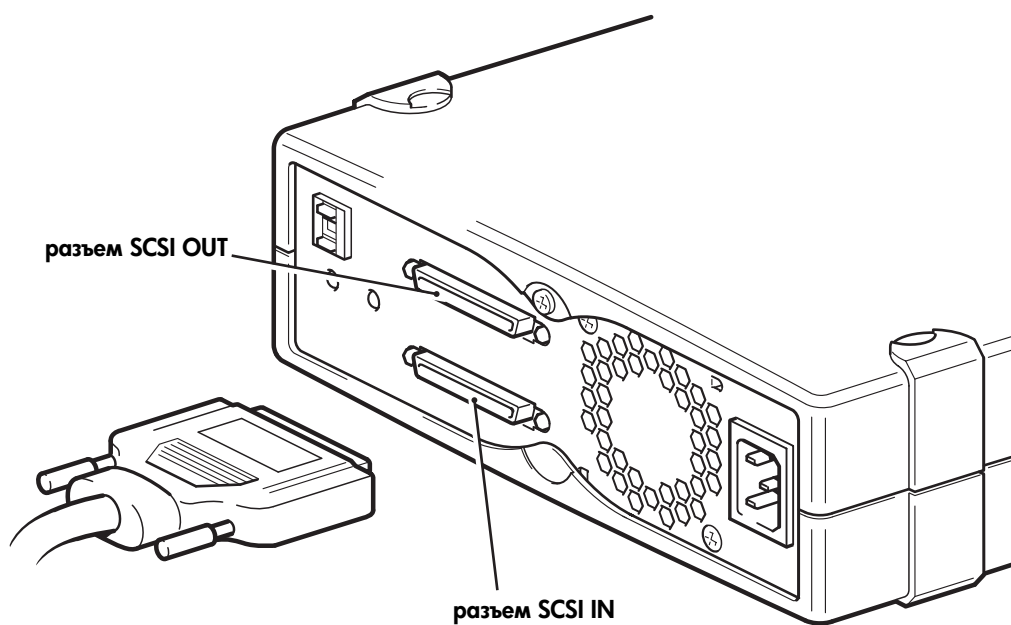

Рис. 5. Подключение SCSI-кабеля
- 4 Подсоедините разъем HD SCSI-кабеля к разъему SCSI-IN на задней панели стримера и закрепите его винтами (см. Рис. 5). **Не** подключайте кабель к разъему SCSI-OUT.